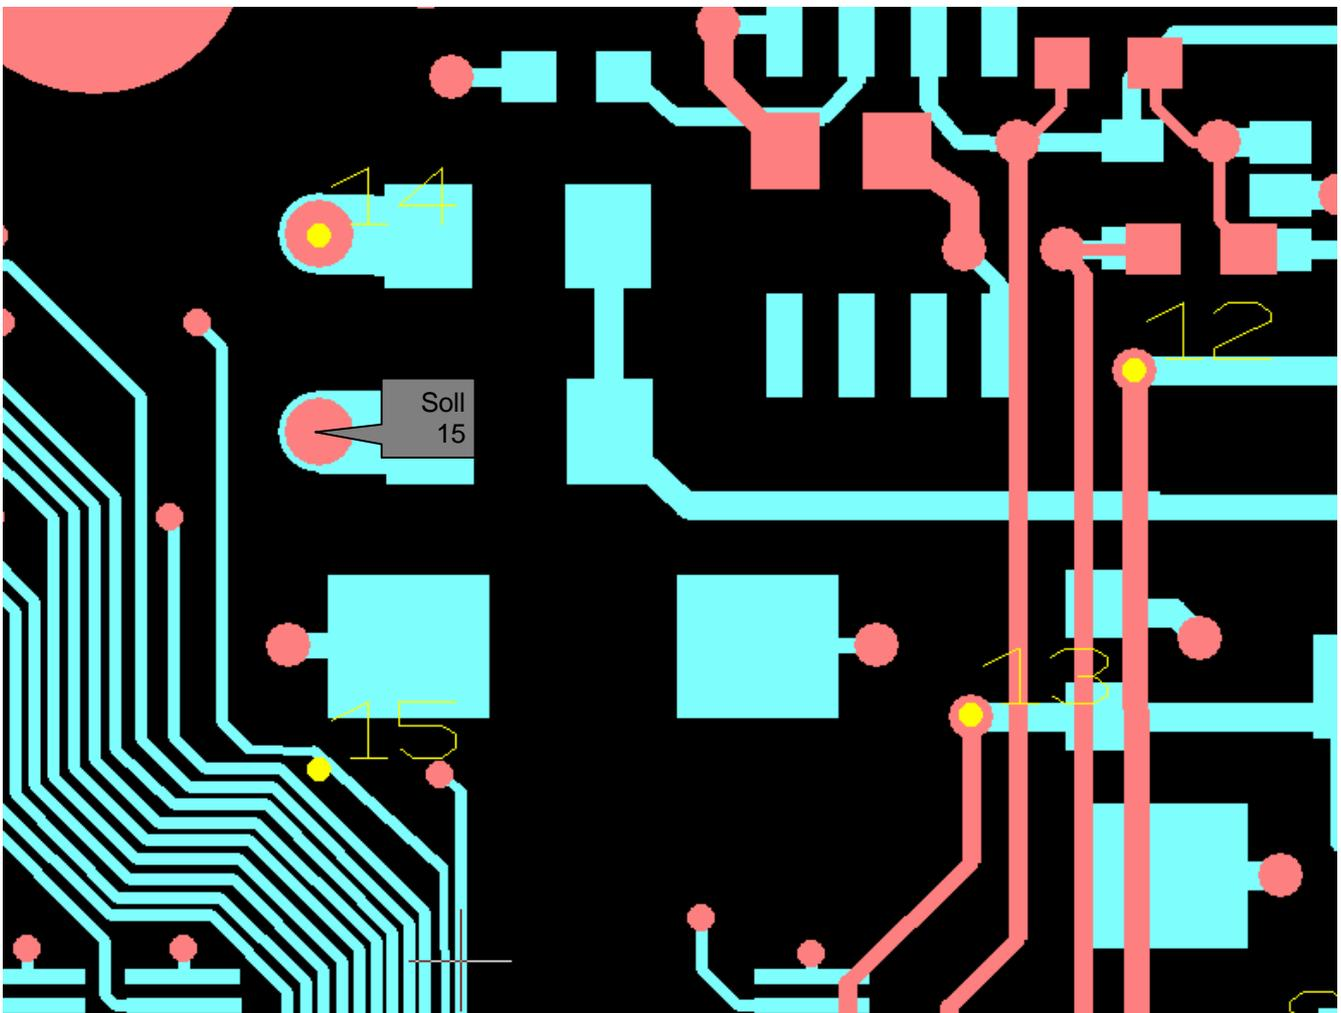

Bild 3 Beispielausgabe in GC-Prevue
13. **D text:** Für die Zeilennummern (12) zu verwendende Blende (D-Code, 10-999 zulässig). Die Strichdicke ist fix auf Null eingestellt. Es sollte eine andere Blende als in (10) verwendet werden!
14. **Scale:** Grösse der Schrift in Units (9). D.h. Scale=1, Unit=mm => Schriftgrösse 1mm; Scale=1, Unit=in => Schriftgrösse 25.4 mm!
17. **.GBR Path:** Zieldatei, wird am selben Ort und mit dem gleichen Namen wie die Quelldatei (1) abgelegt, nur mit der Extension .gbr
Bild 3 zeigt eine typische Darstellung im Gerberviewer GC-Prevue. Die äusseren Signallagen sind blau und rot dargestellt. Die Ausgabe des Konverters ist gelb. Der Testpunkt laut Zeile 15 des Excelfiles ist offensichtlich falsch. Sie können jetzt im Excelfile die Zeile 15 oder im Konverter die Anzeige „Data“ (7) konsultieren um das betroffene Netz zu erfahren.